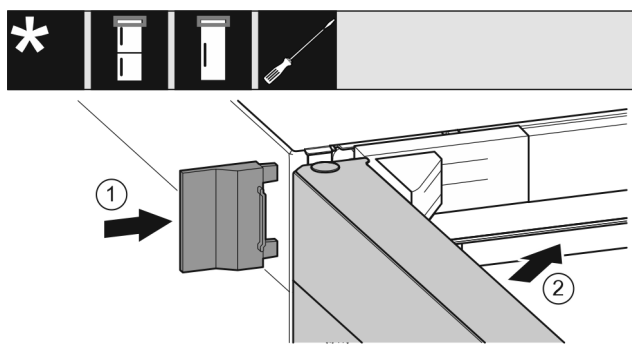

Fig. 21
- Insérer le cache extérieur Fig. 21 (1).
- Fermer la porte supérieure Fig. 21 (2).